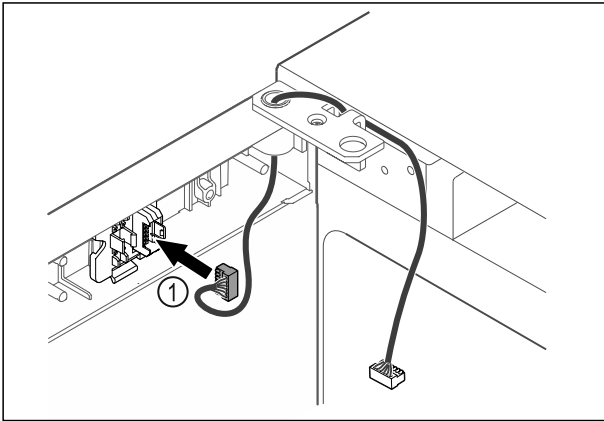

Fig. 56
► Insérer le connecteur Fig. 56 (1) dans le support.